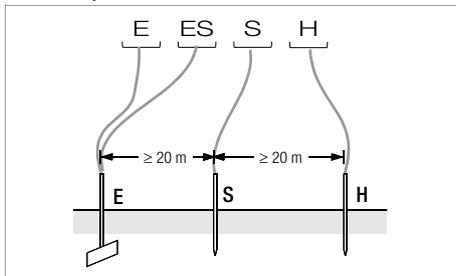

Figura 3 Misura della resistenza di terra col metodo a quattro conduttori
- ❖ Piantare i picchetti della sonda e del dispersore ausiliario, osservando dal dispersore una distanza minima di rispettivamente 20 m e 40 m (v. figura 3 pag. 19).